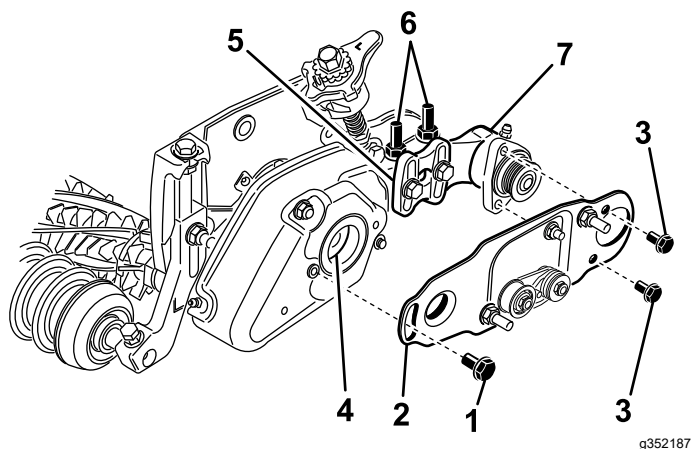

**Figura 26**
11. Deslize cada vedante de eliminação de sedimentos para fora até que os rebordos vedantes fiquem em ligeiro contacto com cada caixa de rolamentos (Figura 26).